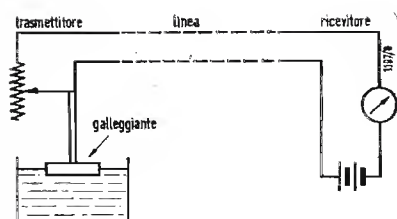

Fig. 1 - Sistema comune di telemetria.
Il comando di un transistor avviene in pratica senza inerzia e senza consumo di potenza. Nei sistemi a contatti si deve generare un certo lavoro meccanico, invece nei sistemi a transistor si deve generare una certa corrente di comando. Ciò può avvenire in una infinità di modi diversi. La fig. 1 mostra un sistema che fa uso di un bilancere a magnete permanente che serve contemporaneamente come generatore dell'impulso di comando e come motore.
L'impulso di comando è generato da un cristallo piezoelettrico (24) che viene piegato ad ogni periodo da un perno di fine corsa. La deformazione meccanica del cristallo piezoelettrico genera una carica elettrica che, raccolta da opportuni elettrodi, viene portata al transistor ed amplificata. Non è prevista una reazione elettrica. La potenza elettrica amplificata viene portata all'elettromagnete 25 che attiva un pezzo di ferro montato sul bilancere. In questo modo le oscillazioni diventano sempre più ampie fino a raggiungere una condizione di regime. Anche questo sistema per essere avviato ha bisogno di un urto iniziale. Però, al contrario del sistema della fig. 1, in questo caso basta battere leggermente l'orologio perché il cristallo possa dare l'impulso di avvio.
Un'elementare metodo di telemetria riguarda la variazione della corrente in un circuito elettrico corrispondente alla quantità misurata e la lettura della corrente con un amperometro sistemato in un punto lontano. Tale metodo è frequentemente usato per misurare il volume dei liquidi in un serbatoio (fig. 1). Il contatto mobile di un reostato è fatto funzionare da un galleggiante e la resistenza del circuito è inversamente proporzionale, quindi la lettura dello strumento è direttamente proporzionale al livello del liquido. Questo è il sistema base corrente di telemetria e una normale applicazione pratica si trova nell'indicatore di livello benzina delle automobili.